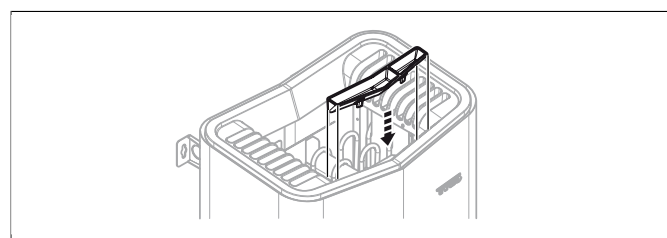

Abb. 9: Montage von Duftbehälter/Luftbefeuchter
8. Montieren Sie Kräuterschale/Luftbefeuchter, siehe **Abb. 9**, Seite 4.